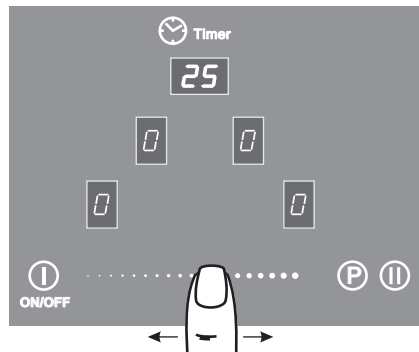

Рис.20
3. Перемещая палец по зоне (4) задать время работы конфорки от 0 до 99 минут (рис. 20).